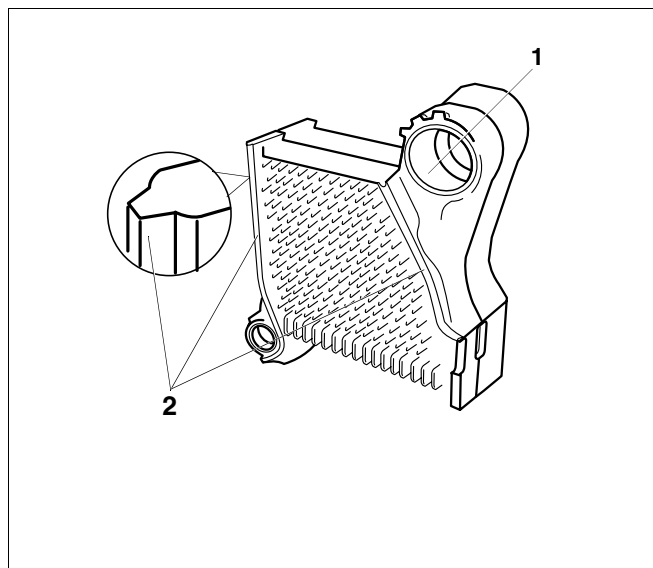

Fig. 12 Enduire les surfaces d'étanchéité
- Les languettes d'étanchéité (fig. 12, **pos. 2**) doivent être propres et sèches, et nettoyées si nécessaire.
- Enduire de minium les surfaces d'étanchéité des moyeux (fig. 12, **pos. 1**).